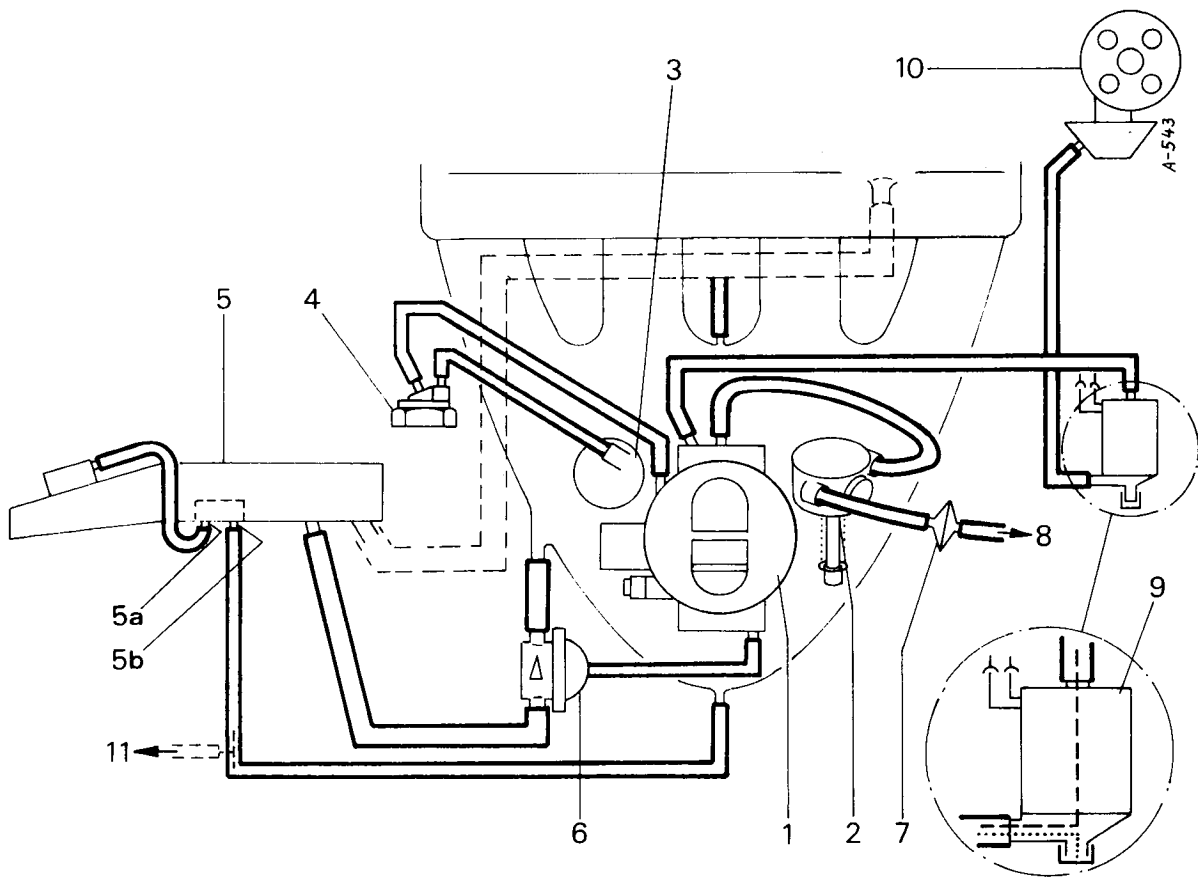

Bild 29
12. ELEKTRO-UMSCHALTVENTIL (Pos. 9, Bild 29)
13. ANSCHLUSSPLAN, Unterdruckleitungen (Bild 29)